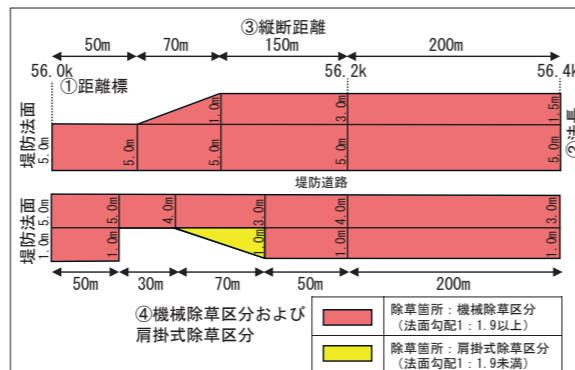

図1 従来の除草面積展開図イメージ
堤防除草工事においては、二次元の除草面積展開図（図1）を基に除草範囲の確認や面積算出を行っています。しかし、除草範囲が不明確であることや、出来高計測および除草面積の集計に多大な労力を要することが課題となっています。
従来の除草面積展開図（二次元）は、①距離標、②法長、③縦断距離、④機械除草区分および肩掛式除草区分などの除草範団に関する情報が記載された略図によって表現されており、この情報を基に除草作業が実施されています（図1）。